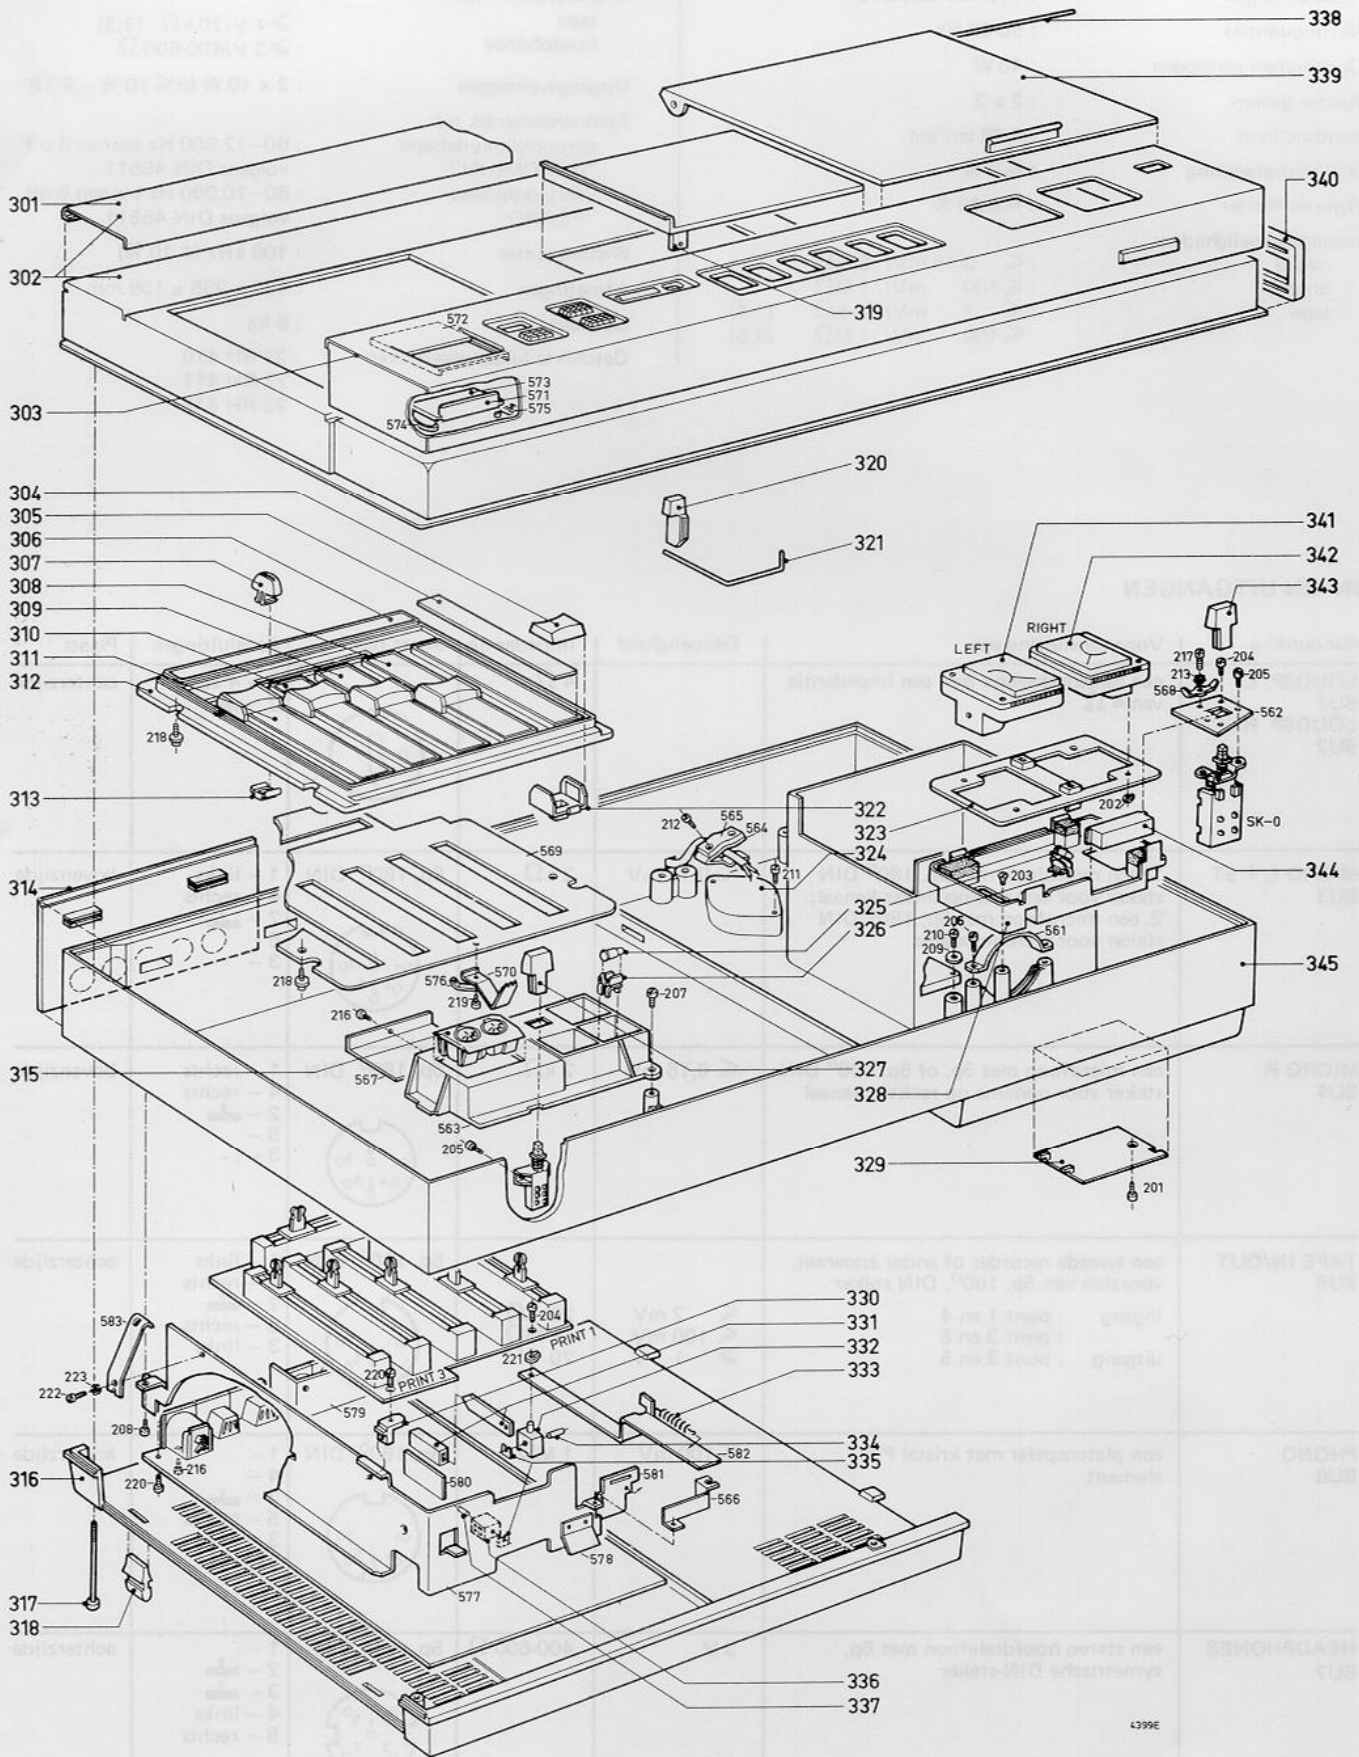

Fig. 1
A. Zonder het apparaat uit te kasten, fig. 1.
B. Onderdelen, waarbij het apparaat uitgekast moet worden, fig. 1.
- Om deze te kunnen vervangen moet eerst de plaat pos. 569 worden losgeschroefd.
6. Spoelschotels, fig. 1
- De voedingsprint is bereikbaar nadat de indicatoren en de houder 328 zijn verwijderd (fig. 1).